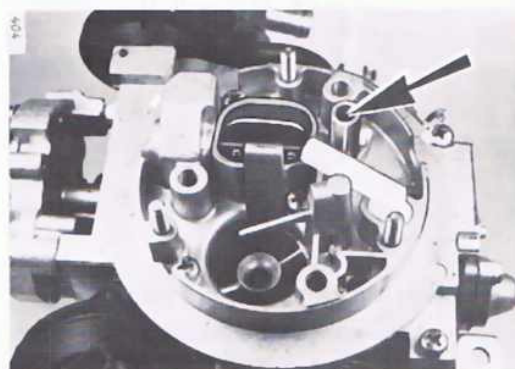

Bild 2
b) Leerlaufabgaswert einstellen (Bild 2)